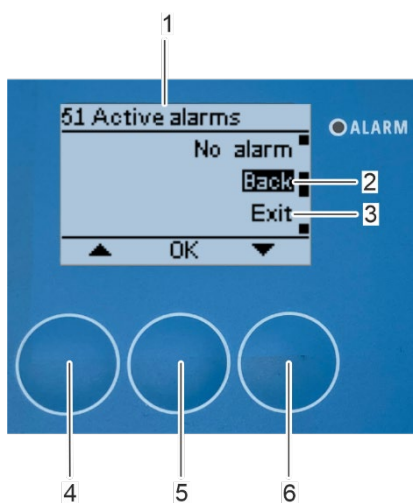
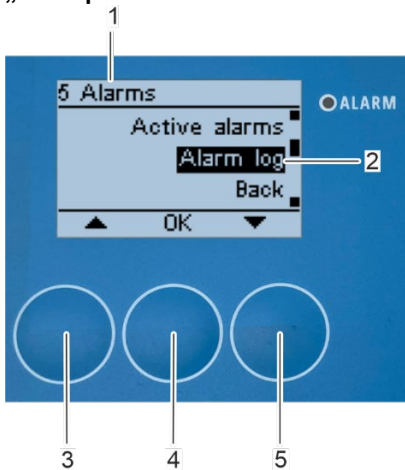
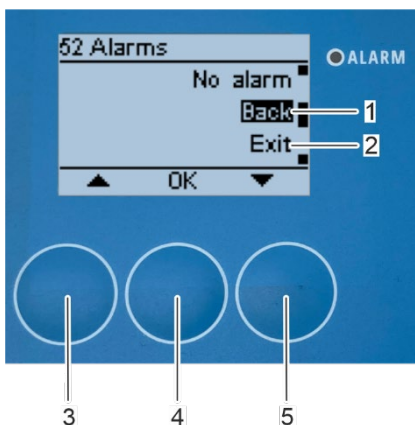

Abbildung 185: Verlassen des Untermenüs „51 aktiver Alarm“
Abbildung 186: Öffnung des Untermenüs „Alarmprotokoll“
Abbildung 188: Verlassen des Untermenüs „52 Alarm“
3. Wählen Sie [Zurück] (Abbildung 185/2), um zum Untermenü "5 Alarme" (Abbildung 186/1) zurückzukehren, oder [Beenden] (Abbildung 185/3), um das Menü zu verlassen und mit den Pfeiltasten [nach oben] (Abbildung 185/4) und [nach unten] (Abbildung 185/6) zum Home-Bildschirm zurückzukehren.
4. Bestätigen Sie die Auswahl mit [OK] (Abbildung 185/5).
1. Wählen Sie das Untermenü "Alarmprotokoll" (Abbildung 186/2) mit den Pfeiltasten [nach oben] (Abbildung 186/3) und [nach unten] (Abbildung 186/5).
2. Bestätigen Sie die Auswahl mit [OK] (Abbildung 186/4).
3. Wählen Sie [Zurück] (Abbildung 188/1), um zum Untermenü "5 Alarme" (Abbildung 186/1) zurückzukehren, oder [Beenden] (Abbildung 188/2), um das Menü zu verlassen und mit den Pfeiltasten [nach oben] (Abbildung 188/3) und [nach unten] (Abbildung 188/5) zum Home-Bildschirm zurückzukehren.
4. Bestätigen Sie die Auswahl mit [OK] (Abbildung 188/4).